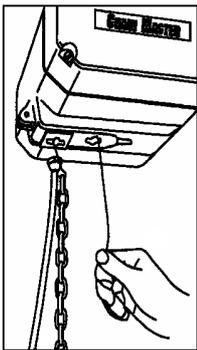

Bild 11 (Schritt 1)
1. Einziehdraht (Sonderwerkzeug) in das im Bild 11 gezeigte Kettenführungskreuz einschieben bis sich der Drahhaken auf der Gegenseite heraus schiebt.